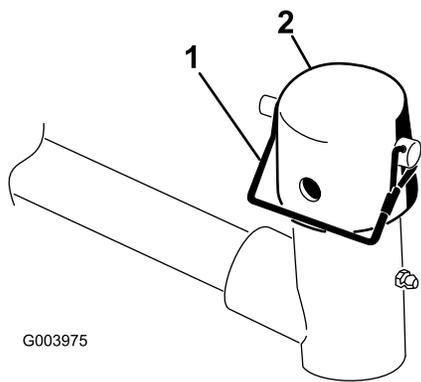

**Bild 9**
**Wichtig:** Montieren Sie an den Mähwerken Nr. 4 (vorne links) und Nr. 5 (vorne rechts) (Bild 7) die Schlauchführungen mit den Befestigungsmuttern der Stangenhalterung vorne an den Mähwerklaschen (Bild 8). Die Schlauchführungen sollten sich zum mittleren Mähwerk neigen (Bild 8 und Bild 9).